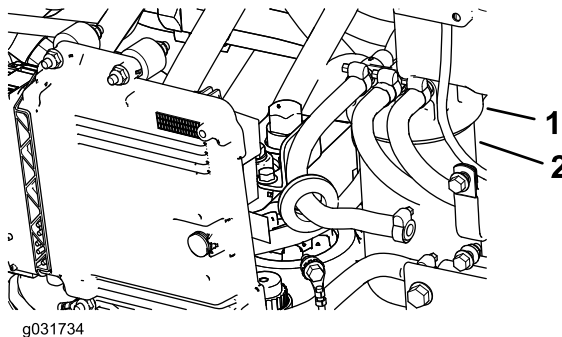

図 89
1. 燃料フィルタのヘッドの周囲をきれいに拭く 図 89。
2. フィルタを外してフィルタヘッドの取り付け部をきれいに拭く 図 89。